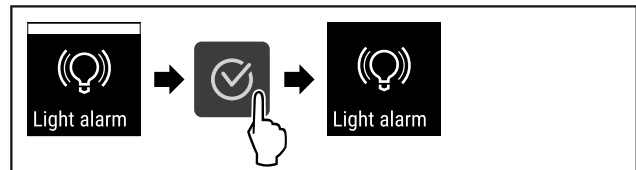

Fig. 99
▶ Изпълнете стъпките (виж Fig. 99) .